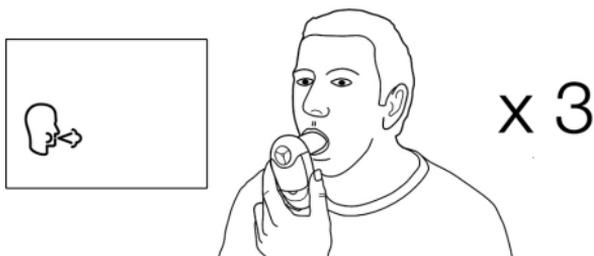

Abbildung 3: Halten des Gerätes während des Tests
2. Das Gerät einschalten. ①
4. Wenn das Gerät bereit für den Test ist (👤), mit erhobenem Kopf so tief wie möglich einatmen und den Vitalograph asma-1 BT, wie in Abbildung 3 dargestellt, vor den Mund halten.